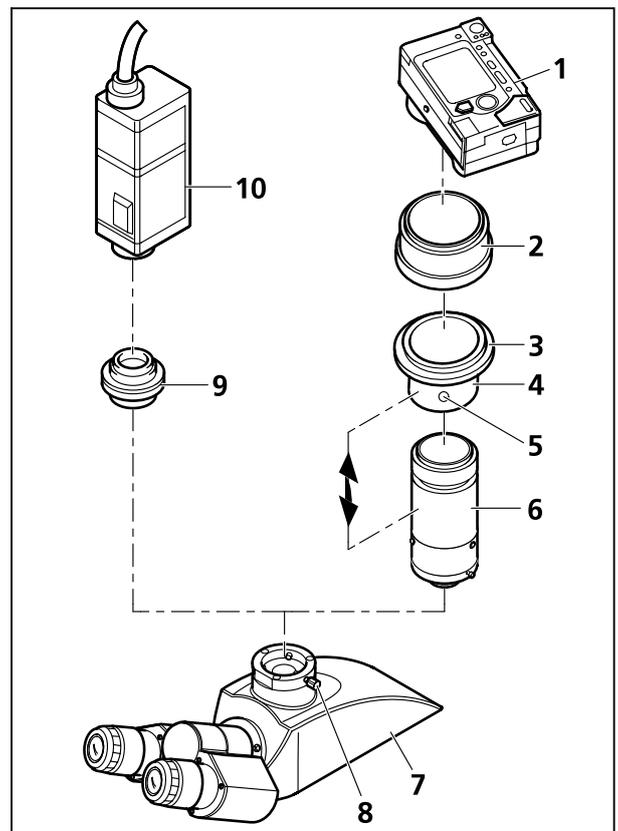

Bild 17 Kamera ansetzen
- Ggf. zuerst Fototubus (Bild 17/7) montieren (siehe Abschnitt 3.4.1).
- Klemmschraube (Bild 17/8) lösen und Staubschutzkappe vom Fototubus abnehmen.
- Schiebefassung (Bild 17/4), Gewintheadapterring M37/52 (Bild 17/3) und Linsenfassung (Bild 17/6) werden vormontiert als **Digital Kamera Adapter P95 M37/52x0,75** geliefert. Die nebenstehende Zeichnung zeigt den demontierten Zustand. Fernerhin lässt sich an der Schiebefassung (Bild 17/4) der Gewintheadapter M37/52 (Bild 17/3) abschrauben (nicht dargestellt), so dass sich nun auch Kameras mit M37 ansetzen lassen.
- Adapterring (Bild 17/2) (im Lieferumfang der Kamera) an Kamera (Bild 17/1) anbringen (siehe Bedienungsanleitung der Kamera).
- Die Einheit, bestehend aus Schiebefassung (Bild 17/4), Gewintheadapterring M37/52 (Bild 17/3) und Linsenfassung (Bild 17/6), in den Adapterring (Bild 17/2) einschrauben.
- Kamera mit Adapter bis zum Anschlag in den Fototubus einsetzen, ausrichten und mit Klemmschraube (Bild 17/8) fixieren.
- Je nach Mikroskopausrüstung oder verwendeter Kamera muss möglicherweise der Abstand Kameraobjektiv – Linsenfassung (Bild 17/6) optimiert werden (siehe Doppelpfeil). Dies ist insbesondere dann der Fall, wenn sich in keiner Zoom-Stellung des Kameraobjektives ein beschnittfreies Bild erzielen lässt. Hierzu an der Kamera folgende Einstellungen vornehmen:
- Gewindestift (Bild 17/5) lösen
- Kameraobjektiv von Weitwinkel (W) nach Tele (T) durchzoomen.
- Gewindestift (Bild 17/5) wieder festziehen.
Kameras mit Gewinde C-Mount werden mit Hilfe der Kamera-Adapter P95-C 2/3" 0,65x oder P95-C 1/2" 0,5x (Bild 17/9) an den Fototubus des Mikroskops angeschlossen.
- Kamera (Bild 17/10) zusammen mit dem passenden Kamera-Adapter (Bild 17/9) bis zum Anschlag in den Fototubus einsetzen, ausrichten und mit Klemmschraube (Bild 17/8) fixieren.